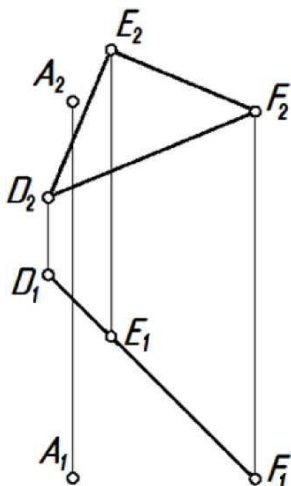

Рисунок 15 – Комплексный чертеж точки и плоскости
**Задание 18.** Определить натуральную величину расстояния от точки А до плоскости  $\Sigma(DEF)$  (рисунок 15).